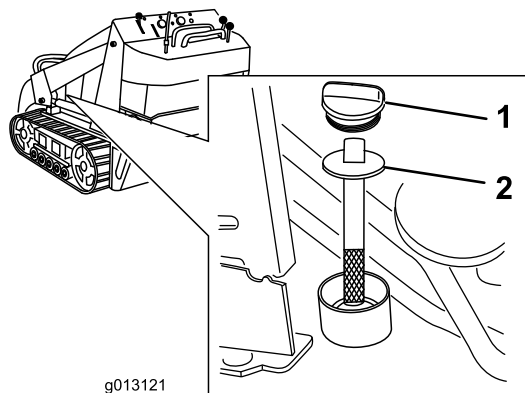

Figura 60
5. Retire el tapón y la varilla del depósito hidráulico (Figura 60).